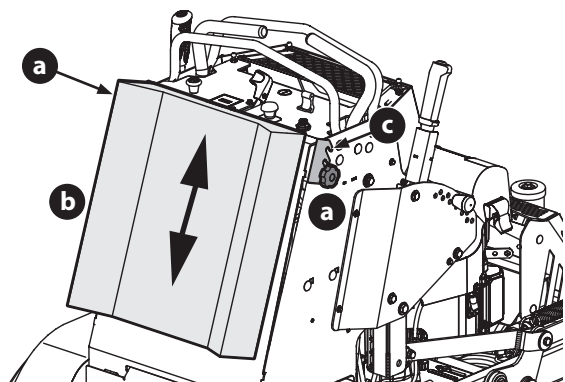

Fig. 6
1. Afloje las dos perillas en estrella (a) que fijan el protector de piernas (b) a la cortadora de césped (Fig. 6).
3. Vuelva a colocar el protector de piernas en una de las tres posiciones de altura (c) (Fig. 6).